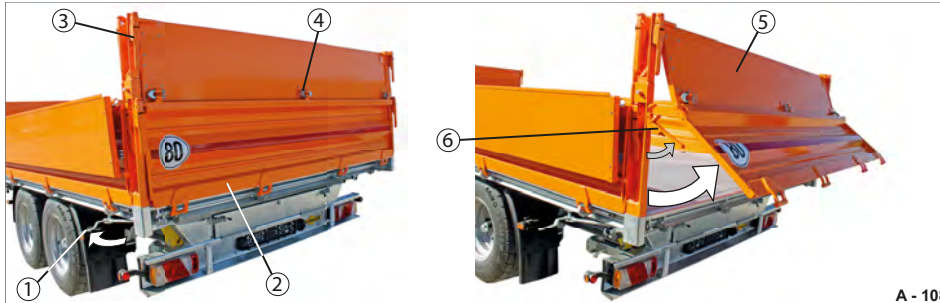

Abb. 111 Bordwände heckseitig mit Bordwandaufsatz im Verbund pendelnd
Die Verschlüsse des Bordwandaufsatzes (Abb. 111/3) müssen geschlossen bleiben!
Die Scharniere (Abb. 111/4) müssen gesichert sein!
- ▶ Entriegeln Sie die Verschlüsse der Heck-Bordwand (Abb. 111/6).
- ▶ Entriegeln Sie die Zentralverriegelung (Abb. 111/1).
- ▶ Schließen Sie die Zentralverriegelung (Abb. 111/1).
- ▶ Verriegeln Sie die Verschlüsse der Grundbordwand (Abb. 111/6).